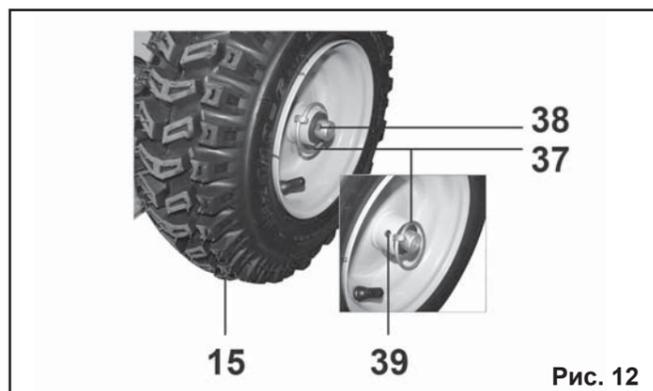

Рис. 12
### 7.2. Разблокировка колес (Рис.12).
7.2.1. Для облегчения управления снегоуборщиком при умеренном количестве снега, а также при работе на неровной поверхности, левое колесо снегоуборщика можно разблокировать см. Рис.12.